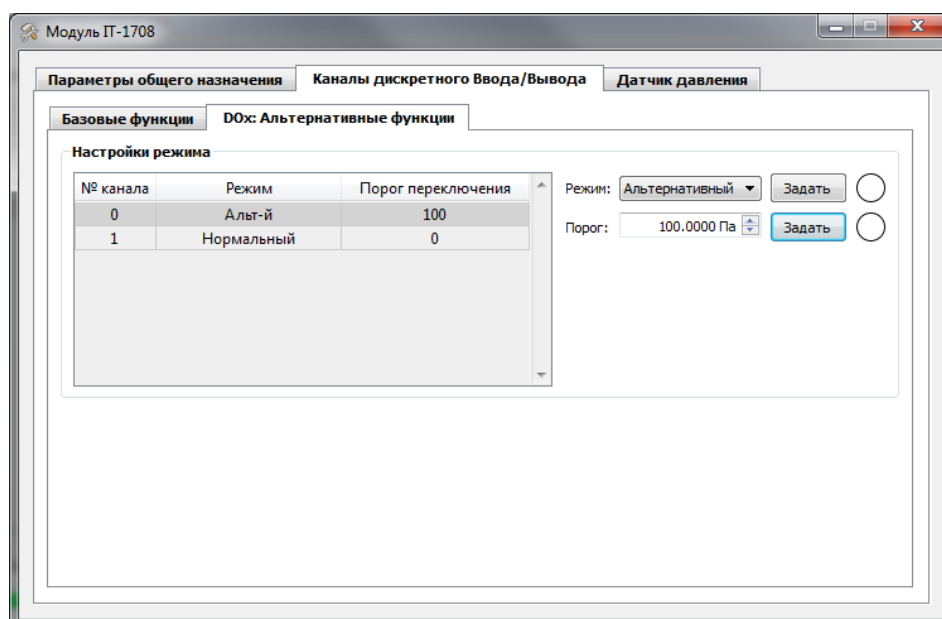

Рис.49
- DOx: Альтернативные функции (Рис.49)